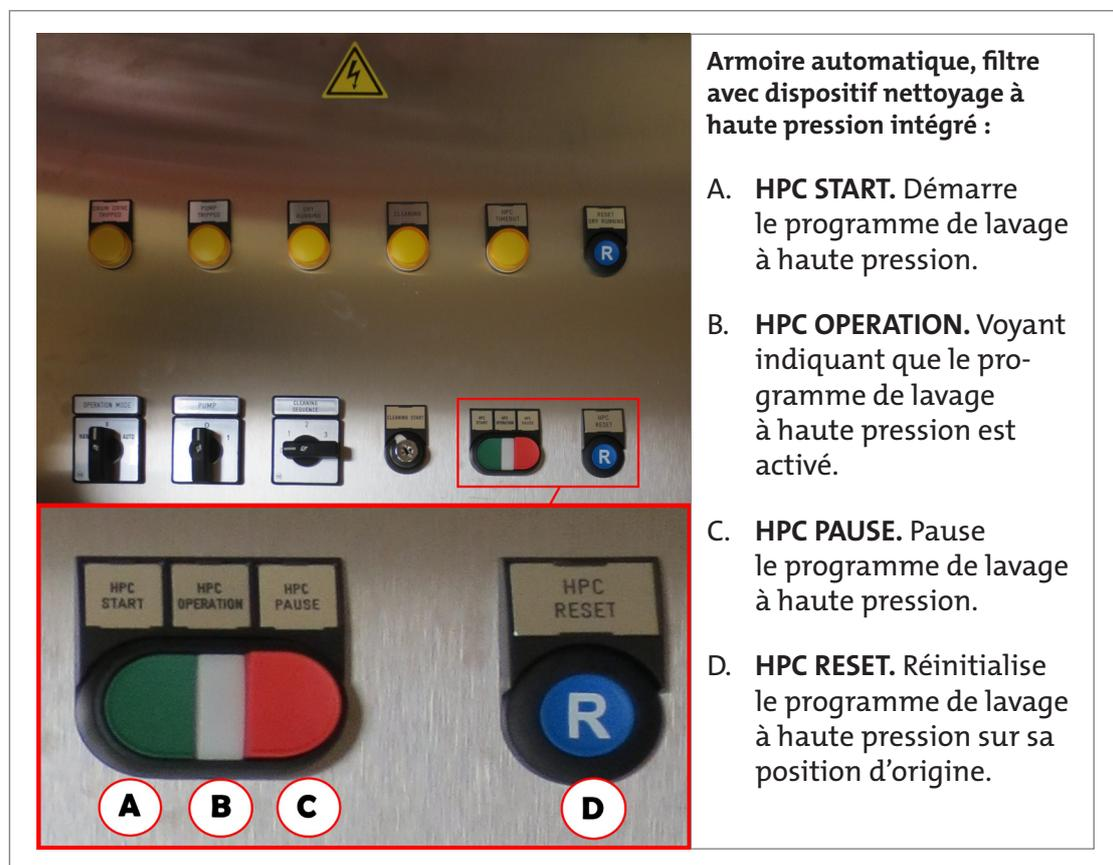

Figure 7.9 Armoire automatique, filtre avec dispositif nettoyage à haute pression intégré.
2. Démarrez le programme de lavage à haute pression avec HPC START (voir figure 7.9). Le voyant indicateur HPC OPERATION indique que le programme de lavage à haute pression est activé.